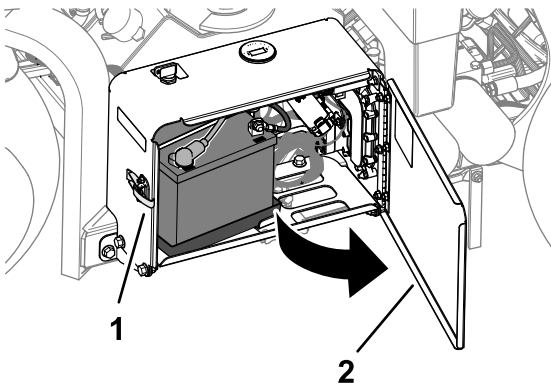

Bild 160
1. Entriegeln und öffnen Sie die Klappe des Batteriefachs (Bild 160).